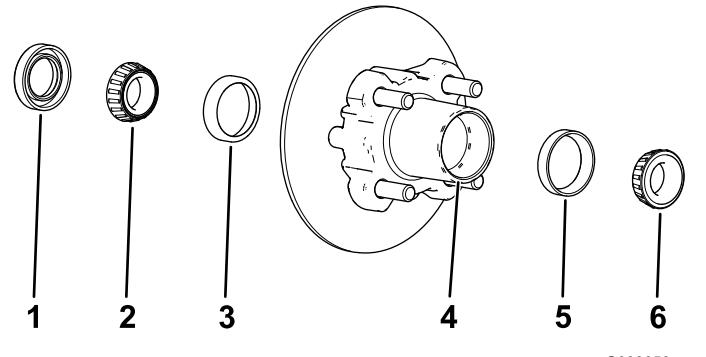

Bild 33
- 1. Nehmen Sie das Außenlager und den Lagerring von der Radnabe ab (Bild 33).
- 2. Nehmen Sie die Dichtung und das Innenlager von der Radnabe ab (Bild 33).
5. Entfernen Sie Fett, Schmutz und Rückstände aus dem Hohlraum der Radnabe (Bild 33).
7. Füllen Sie den Hohlraum der Nabe zu 50 % bis 80 % mit der angegebenen Fettsorte (Bild 33).
8. Montieren Sie das Innenlager auf dem Lagerring an der Innenseite der Nabe und setzen Sie die Dichtung ein (Bild 33).